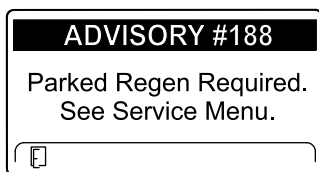

Рисунок 50
- Требуется стационарная регенерация информационное сообщение № 188 (Рисунок 50)